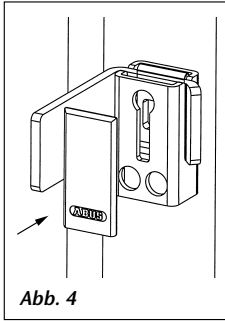

Abb. 4
- 5 Abdeckhaube aufdrücken (Abb. 4).